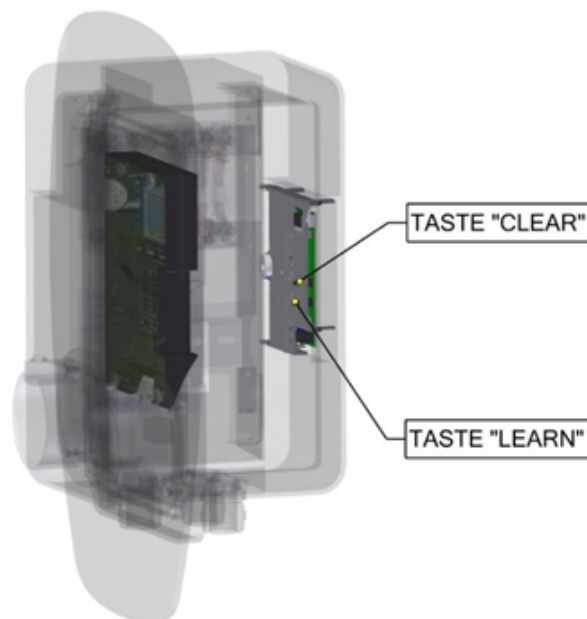

Abbildung 5. Bedienfeld des RFID-Moduls
2. Halten Sie die Taste **LEARN** am RFID-Modul gedrückt und legen Sie die anzulernende Karte an der rechten Außenseite der Wallbox an. (siehe Abbildung 5)
2. Starten Sie den Löschvorgang, indem Sie die Tasten **CLEAR** und **LEARN** am RFID-Modul gedrückt halten, bis die LED Anzeige rot blinkt. Der Speicher wurde erfolgreich gelöscht. Dieser Vorgang kann bis zu einer Minute dauern. (siehe Abbildung 5).